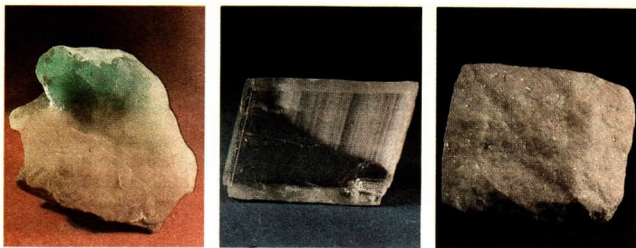

Abb. 75 Calciumcarbonat in der Natur
**Vorkommen von Calciumcarbonat.** Von den Carbonaten ist in der Natur das **Calciumcarbonat** (Kalziumkarbonat)  $\text{CaCO}_3$  am weitesten verbreitet (Abb. 75). Es kommt als Kalkstein, Kreide und Marmor vor. Erhärteter Kalkmörtel (→ S. 186) enthält auch Calciumcarbonat.